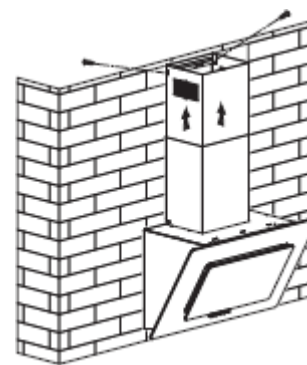

Fig. 7
8. Ajuste la altura de la chimenea interior a la posición del soporte de la chimenea interior y fíjelo con 2 tornillos ST4x8 mm. Fije la chimenea exterior al cuerpo de la campana con 2 tornillos ST4x8 mm. Consulte la fig. 7.